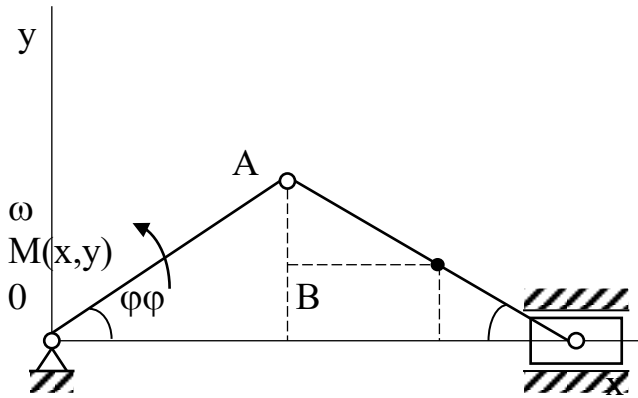

Рис. 5
**Приклад 1.** Кривошип  $OA$  обертається навколо нерухомої осі так, що кут  $\varphi = 10t$  рад. Довжина  $OA = 0,8$  м,  $AB = 0,8$  м. Знайти рівняння руху і траєкторію середньої точки  $M$  шатуна, а також рівняння руху повзуна  $B$ , якщо у початковий момент повзун знаходився у крайньому положенні (рис. 5).